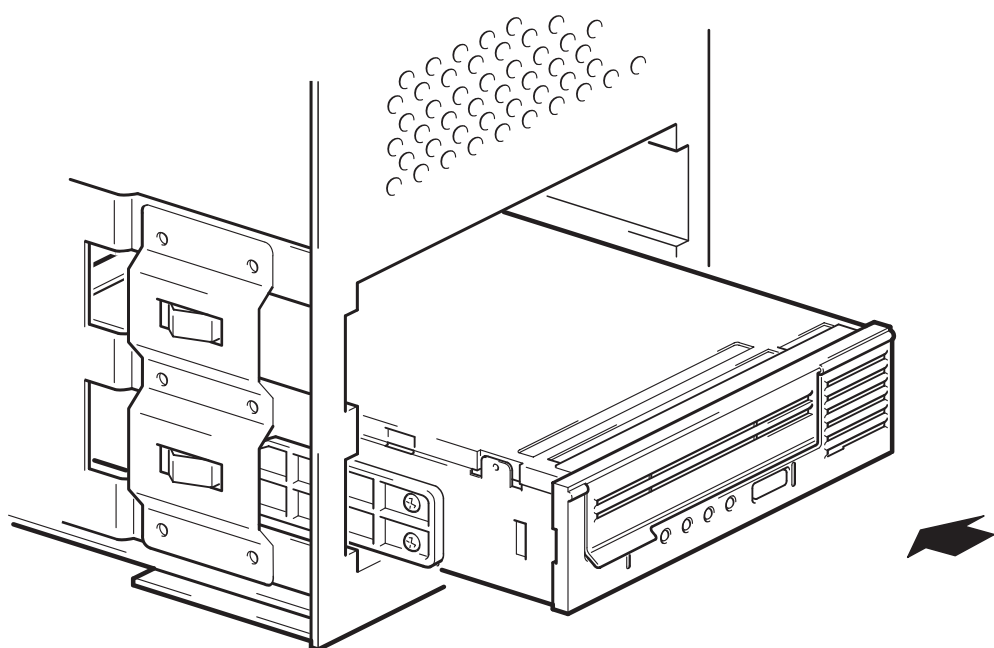

Figura 6: installazione dell'unità
- 1 Fare scorrere l'unità a nastro nel vano aperto, allineando il cassetto o le guide alla struttura interna del vano, come mostrato nella Figura 6.